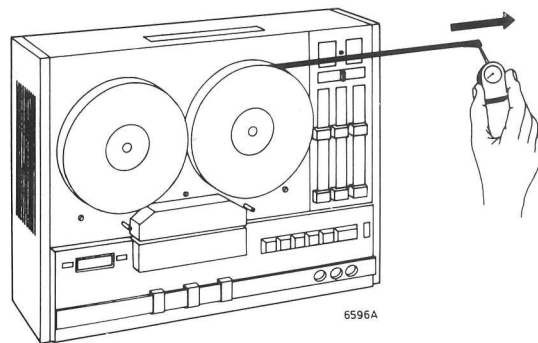

Fig. 11
- Die Bremskraft des linken und rechten Spulentellers soll etwa 1000 gcm betragen. Diese Kraft lässt sich mit Hilfe einer vollen Wickelspule und eines Federdruckmessers, wie in Fig. 11 angegeben ist, messen.